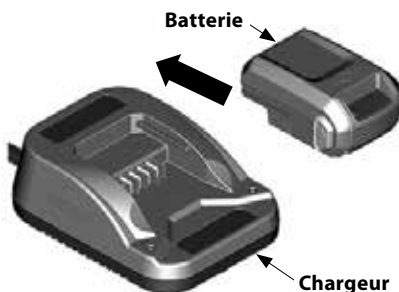

Figure 4-11
2. Faites glisser la batterie dans le chargeur de batterie. Voir Figure 4-11. Si le témoin rouge ne s'allume pas, retirez la batterie et réinstallez-la. Assurez-vous que la batterie est bien installée dans le chargeur.